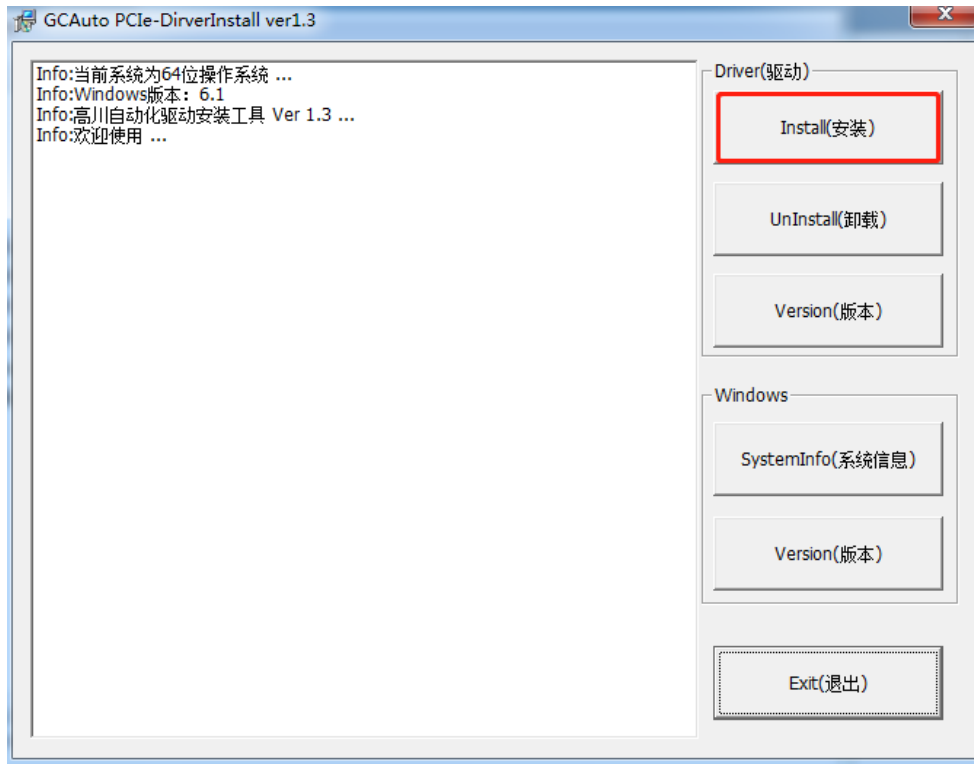

图 1.1.1 驱动安装界面
(1) 电脑关机状态，插上 PCIE 控制卡，开机后，打开路径“光盘资料\驱动工具\高川 PCIE 控制卡驱动安装管理工具\”双击 DriverInstall.exe 如图 1.1.1 驱动安装界面；